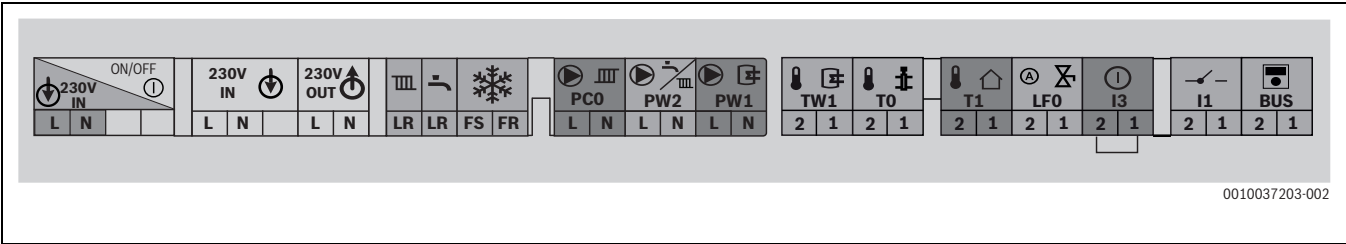

Bild 47 Klemmleiste für externes Zubehör
- ▶ Kabel an der Klemmleiste für externes Zubehör (→ Bild 47) anschließen.